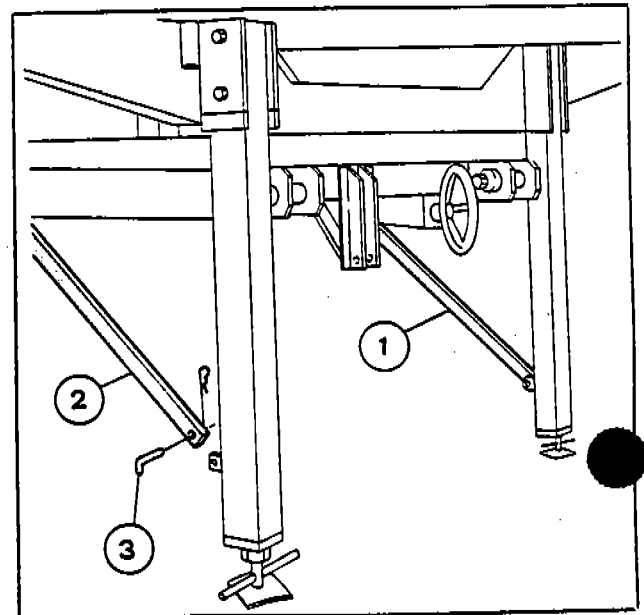

Fig. 8
e) Connect to the front jacks the side tensions rods (Fig. 8-1 and 8-2) with the pins (Fig. 8, 3) and safety clips.
e) Collegare con i tiranti laterali (1-2-Fig. 8) gli stabilizzatori anteriori e fissarli con le relative spine (3-Fig. 8) e copiglie.